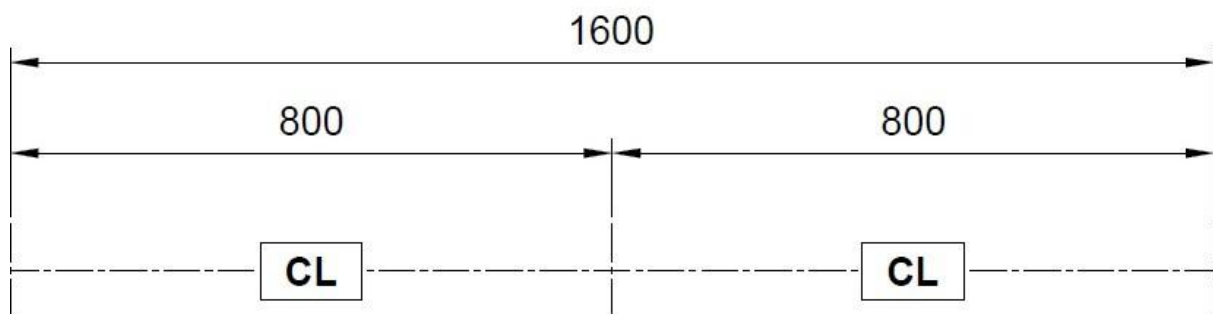

Abbildung 4: Markieren des Bodens: Schritt 1
- 4.5. Messen Sie mit einer Kreidelinie die Position, wie in *Abbildung 4* gezeigt. Die Mitte der Länge von 1600 mm wird die Mitte des Drehkreuzes sein. Die Kanten der Länge von 1600 mm sind die Außenkanten des Drehkreuzes. Die gestrichelte Linie zeigt die erforderlichen Kreideumrisse.